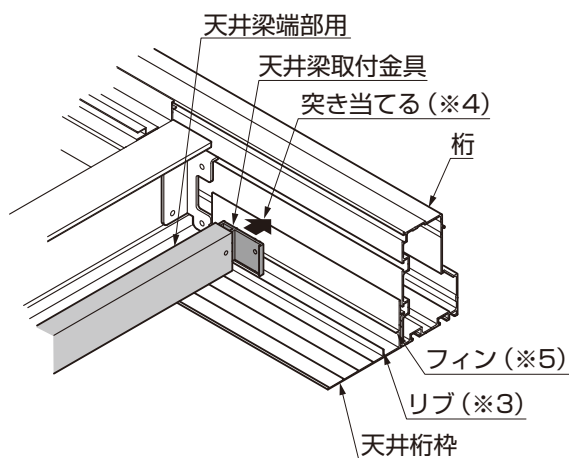
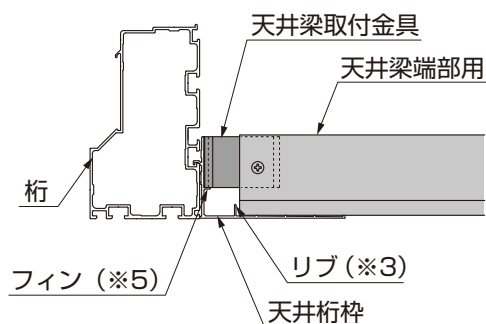

図6-15 天井梁取付金具と天井桁枠の取り付け
図6-16 天井梁端部用の納まり
- 天井梁端部用を天井桁枠の上に乗せる際は、必ずリブ（※3）の上に乗らないようにしてください。（図6-15参照）
③天井梁端部用から天井梁取付金具を引っ張りだして、天井桁枠に突き当てて（※4）ください。（図6-15、図6-16参照）
- 天井梁取付金具を、天井桁枠に突き当てる際、必ずフィン（※5）の上に乗るようにしてください。（図6-16参照）